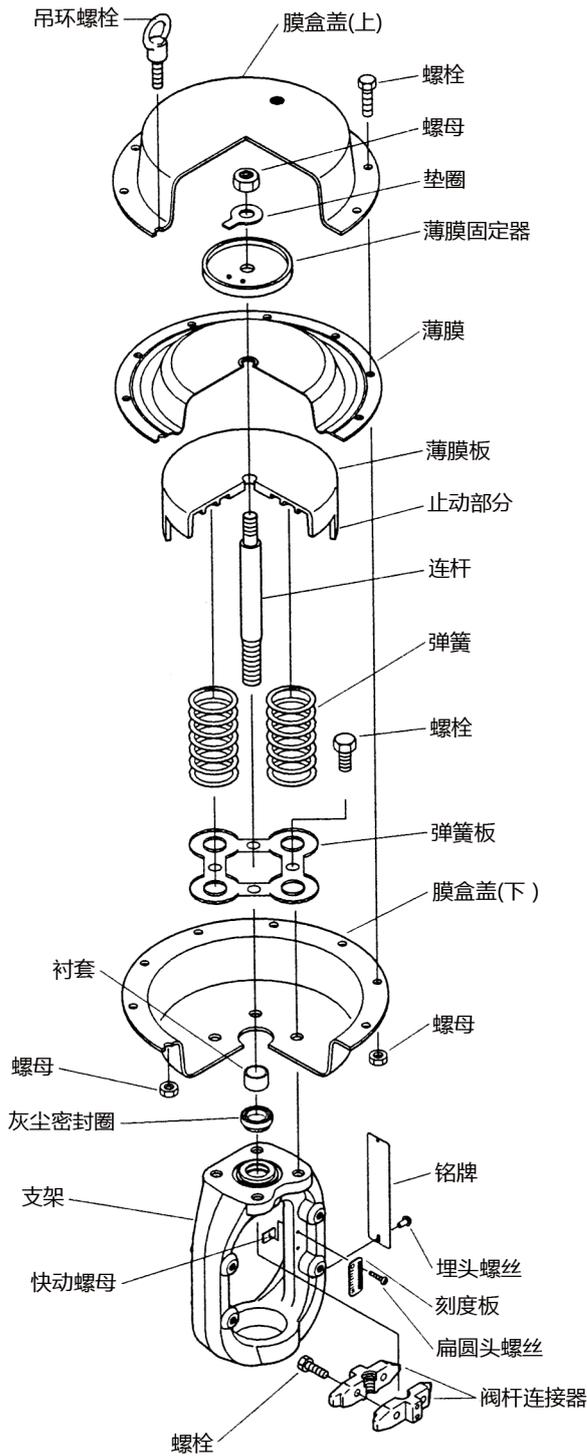

图 4-5 正作用型 (PSA1D、PSA2D)
A. 正作用型 (参见图 4-5 或 4-6)
- 请参考图 4-5 和 4-6。
— 请按照正确的方向安装连杆的密封填料和灰尘密封圈。请参考图 4-5 和 4-6。